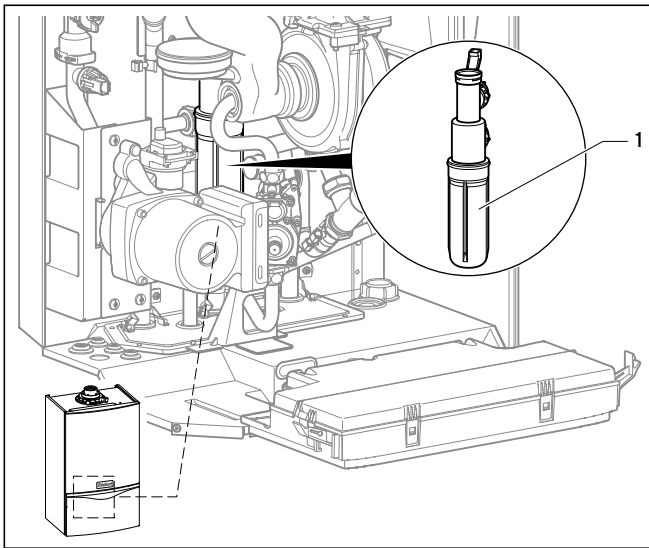

Fig. 11.4 Nettoyage du siphon de condensat
- Insérez le module compact thermique (→ fig. 11.4, rep. 2) sur l'échangeur thermique à condensation intégral (→ fig. 11.4, rep. 7).
- Serrez en croix les cinq écrous y compris le support pour le tube d'aspiration d'air (→ fig. 11.4, rep. 1) jusqu'à ce que la porte du brûleur repose bien à plat sur les surfaces de contact.
- Branchez les deux connecteurs du câble d'allumage et de la ligne de terre au niveau de l'électrode d'allumage (→ fig. 11.4, rep. 6).
- Branchez les connecteurs du ventilateur (→ fig. 11.4, rep. 3) et du capteur de pression d'air (→ fig. 11.4, rep. 5).